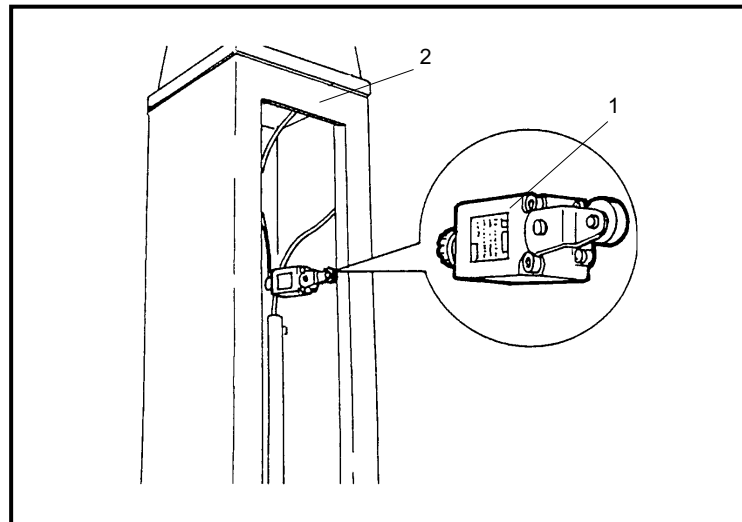

Fig.28
- In caso di extracorsa della parte mobile del sollevatore è stato previsto un finecorsa elettrico (1) nella colonna comando ed una piastra in acciaio (2) di blocco sulla parte superiore di tutte le colonne (Fig.28).
- If the movable part of the lift should go in overstroke, there is an electric limit switch (1) in the control post and a steel locking plate (2) on the top of all four posts (fig.28).